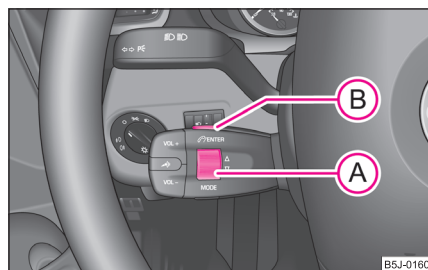

Fig. 114 Modul multi-funcțional: Tastele de comandă
- Prin apăsarea scurtă a randalinei **(A)** ⇒ pagina 104, fig. 114 puteți răsfoi în memoria telefonului în căutarea numelor, resp. a meniurilor.